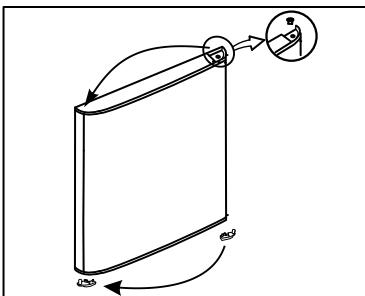

Рисунок 6
**5** - Снимите верхнюю втулку с правой стороны двери морозильной камеры и вставьте ее в левое отверстие. Снимите правый ограничитель двери (открутив, крепящий его винт), установите левый ограничитель двери с левой стороны (прилагается в комплекте с документацией) (Рис. 6).